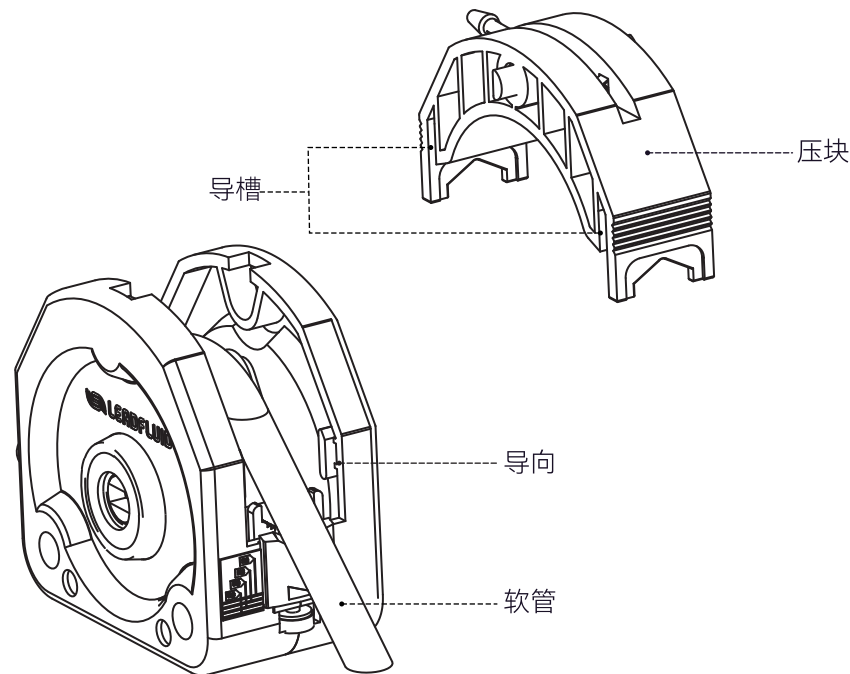

图3 软管安装
- 选择与泵头规定壁厚适用的软管，将软管放在滚轮和左右两侧的管夹V型槽上，理顺泵头内部软管，双手拉紧软管两端，使之自然伸展，无扭曲，无偏斜，如图3所示。